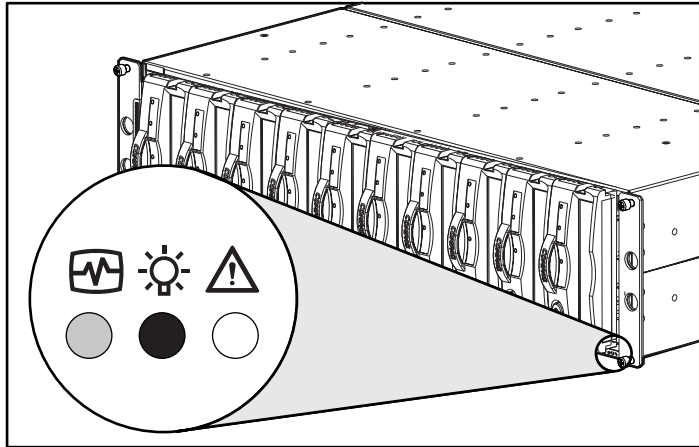

Figure 4-3. Voyants d'état avant
L'EMU contrôle les trois voyants d'état du boîtier (voir Figure 4-3) qui indiquent l'état de l'EMU et du boîtier, l'alimentation du boîtier et une anomalie du boîtier.
- En fonctionnement normal, il clignote environ une fois par seconde. C'est sa « fréquence régulière ». L'affichage du voyant d'EMU et de boîtier, à l'avant du boîtier (voir Figure 4-3) est identique.